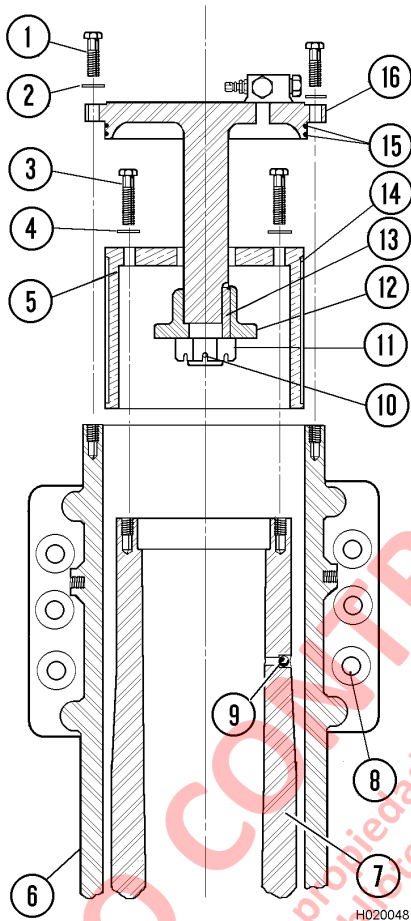
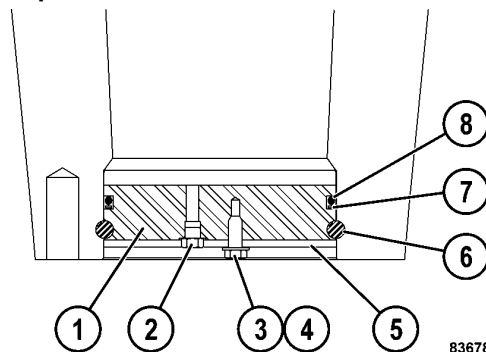

FIGURA 2-12. DESMONTAJE DEL VÁSTAGO
FIGURA 2-13. TAPÓN DEL PISTÓN
1. Con la suspensión en posición vertical (casquillo terminal hacia arriba), saque los tornillos (1), Figura 2-12) y arandelas endurecidas (2).
6. Conecte un dispositivo de elevación al pistón (7) y sáquelo cuidadosamente de la carcasa.
8. Si el pistón (7) tiene un tapón removible (1, Figura 2-13) en la parte inferior:
- a. Saque el tornillo (3), la arandela plana (4) y la placa de retención (5). Empuje el tapón (1) hacia adentro lo suficiente para sacar el anillo de retención (6).
- b. Reinstale el tornillo (3) y utilice un martillo deslizante para sacar el tapón del pistón. Saque el anillo de respaldo (7) y el sello del O-ring (8) del tapón.
1. Si el pistón (7, Figura 2-12) tiene un tapón desmontable (1, Figura 2-13) en la parte inferior:
- a. Lubrique completamente el O-ring (8) y el anillo de respaldo (7). Instale el nuevo sello del O-ring (8) y el anillo de respaldo (7) en el tapón. Utilice un mazo de goma para asentar el tapón del pistón.
- b. Instale el tapón (1) dentro del pistón lo suficientemente profundo para dejar al descubierto la ranura del anillo de retención. Instale el anillo de retención (6). Instale la placa de retención (5), la arandela plana (4) y el tornillo (3). Apriete los tornillos a **122 N·m (90 ft lb)**.
3. Instale los O-rings y los anillos de respaldo (15, Figura 2-12) nuevos en las ranuras del casquillo terminal. Los anillos de respaldo se deben colocar hacia la brida del casquillo terminal (16)..
4. Instale el buje superior (14) nuevo en el retenedor del buje superior (5).
5. Deslice el conjunto del retenedor del buje superior por la sección del vástago del casquillo terminal (16).
6. Coloque la cuña (13) y el tope del pistón (12) en el vástago del casquillo terminal. Asegúrese de que el tope del pistón esté completamente asentado en el reborde del vástago.
7. Instale la tuerca (11) en el tope del pistón. Apriete la tuerca 1/2 vuelta más hasta que el orificio del pasador circular (10) esté alineado. Instale el pasador circular (10).